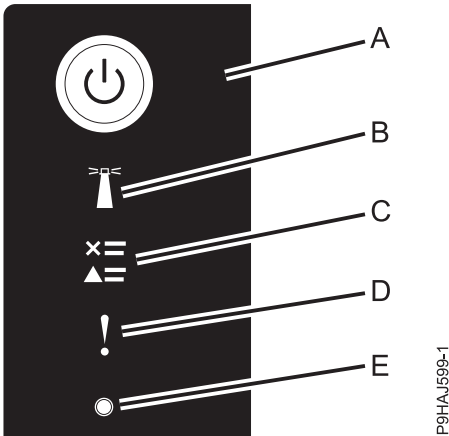

Figura 35. LED de panel de control
3. Pulse el botón de encendido (**A**) en el panel de control, tal como se muestra en la Figura 35 en la página 57.